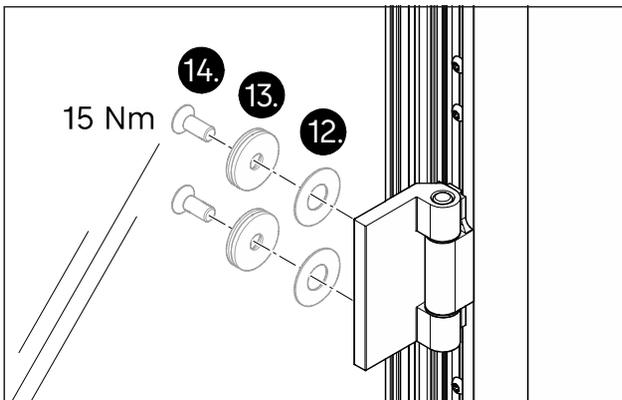

Abb. 44 Die Glastür von der Bandgegenseite aus an den Türbändern verschrauben.
12. Die Zwischenlagen am Glas anbringen (Abb. 44).